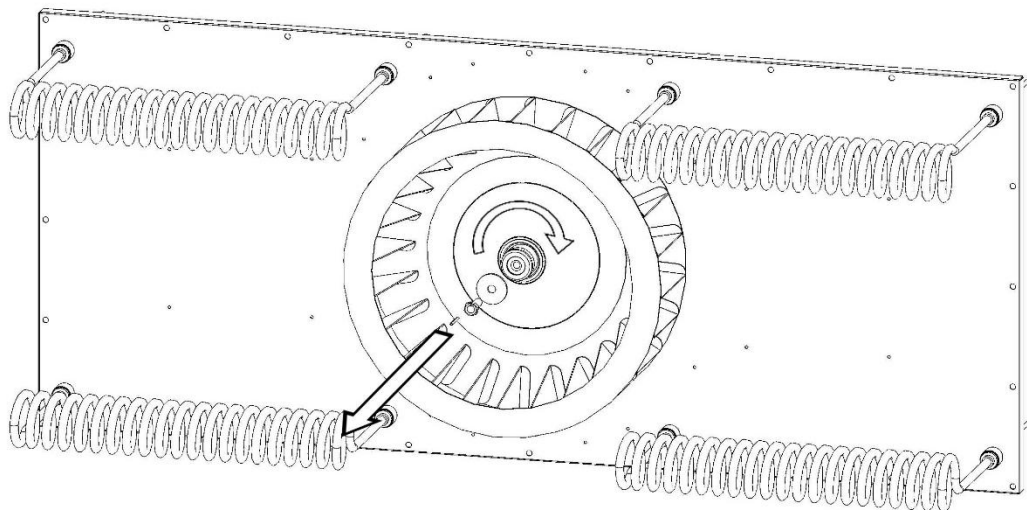

Fig.7
7. Den Sicherheitsstecker ziehen und die Montageschraube des Gebläses entfernen (Abb.7).
Tippen Sie auf das Symbol „Tachometer“ (Abb. 7), um das Menü zum Ändern der Parameter für die Motordrehzahl ($\pm 0 \div 10\%$) zu öffnen.